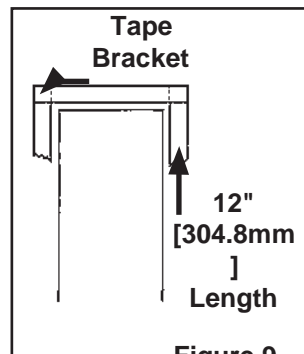
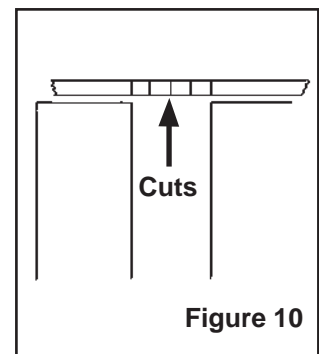

Figure 9
Figure 10
5. To prevent long sections of tape lifting where traffic crosses the tape lines, either bracket (**Figure 9**) or cut width-wise every 4 to 6 inches [100 to 150mm] (**Figure 10**).
Note: If damage to the tape should occur, the cutting technique allows for the easy removal and repair of damaged sections - (**Figure 10**).
5. Pour éviter que de longues parties du ruban ne se soulèvent aux endroits où la circulation croise les lignes de ruban, vous pouvez encadrer (**Figure 9**) ou couper sur la largeur tous les 4 à 6 pouces (100 à 150 mm) (**Figure 10**).
À noter : Si le ruban subit des dommages, la méthode consistant à couper le ruban permet d'enlever facilement le ruban et de réparer les parties endommagées (**Figure 10**).